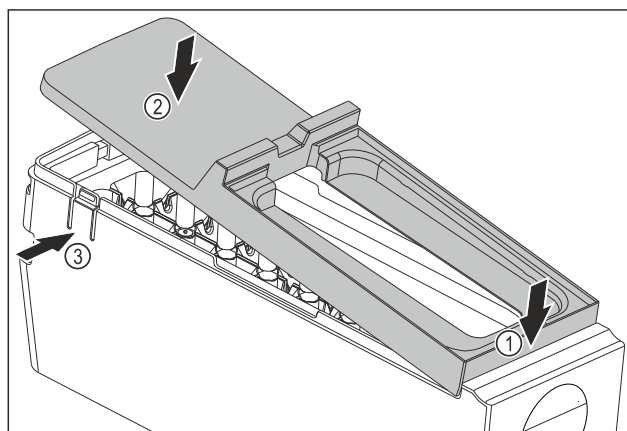

Fig. 148
- ▶ Montering af EasyTwist-Ice-legemets afdækning: Påsæt afdækningen foran. Fig. 148 (1)
- ▶ Sænk afdækningen bagtil. Fig. 148 (2)
- ▷ Afdækningen går hørbart i indgreb i begge lasker Fig. 148 (3).